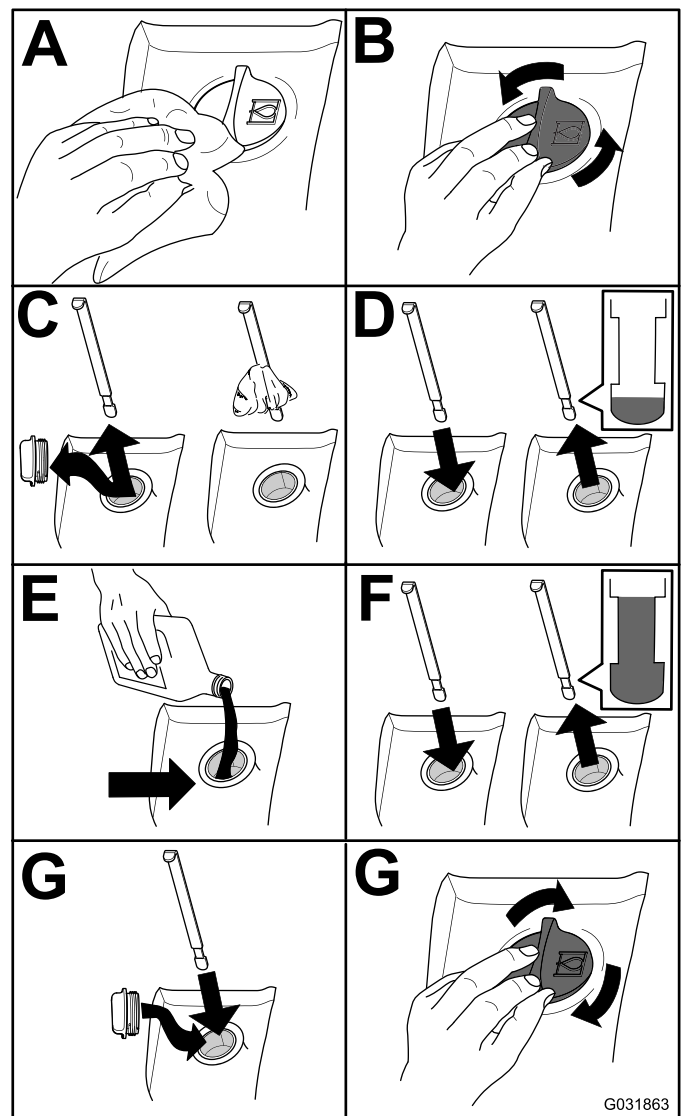

Figure 82
2. Contrôlez le niveau du liquide hydraulique (Figure 82).